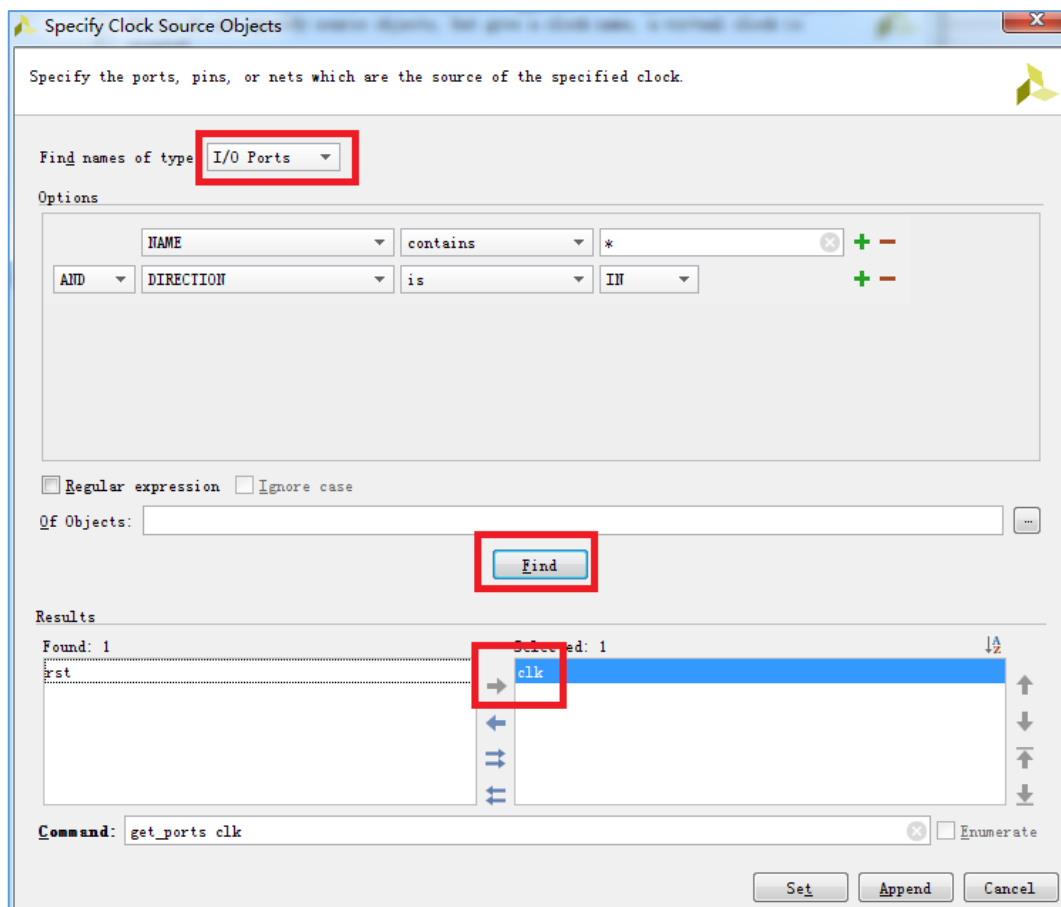

图 4.46 时钟源对象设置
4. 在图 4.46 所示 Specify Clock Source Object 界面中, Find names of type 选项选择 I/O Ports 后点击 Find, 并将查找到的 clk 选中移到选中框中。完成选择后点击 Set。此步骤将之前 I/O 约束中约束过的 clk 变量选中, 为覆盖做好准备。